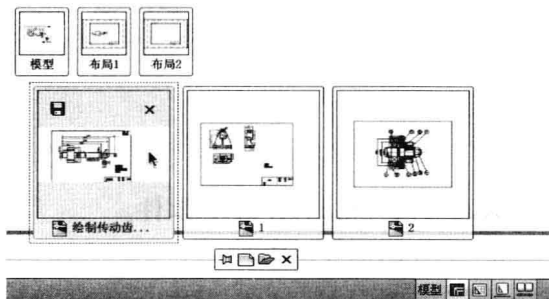

图 1-3-7
(1) 在快速访问工具栏中，使用“打开”按钮 ，打开多个图形文件。
(2) 在状态栏中单击“快速查看图形”按钮 ，此时打开的所有图形文件都将显示为一个缩略图。将光标悬停在某一个缩略图上，则在图形上方显示该图形文件包含的模型和布局缩略图，如图 1-3-7 所示。